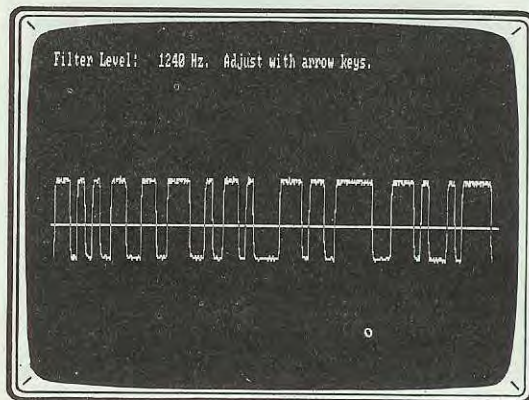

Fig.5 Sintonizzandovi su di una emittente RTTY, vi appariranno delle onde quadre. In tal caso la riga orizzontale andrà centrata.
**Tuning Scope** = questo tasto **T** permette di vedere sul monitor le **onde quadre** del segnale RTTY (vedi fig.5).
Il segnale di una emittente RTTY si può individuare con estrema facilità, perchè sul monitor si vedranno delle perfette **onde quadre** (vedi fig.5).
Amnesso che le **onde quadre** del segnale che state ricevendo risultino perfette (vedi fig.5), potrete procedere come segue: